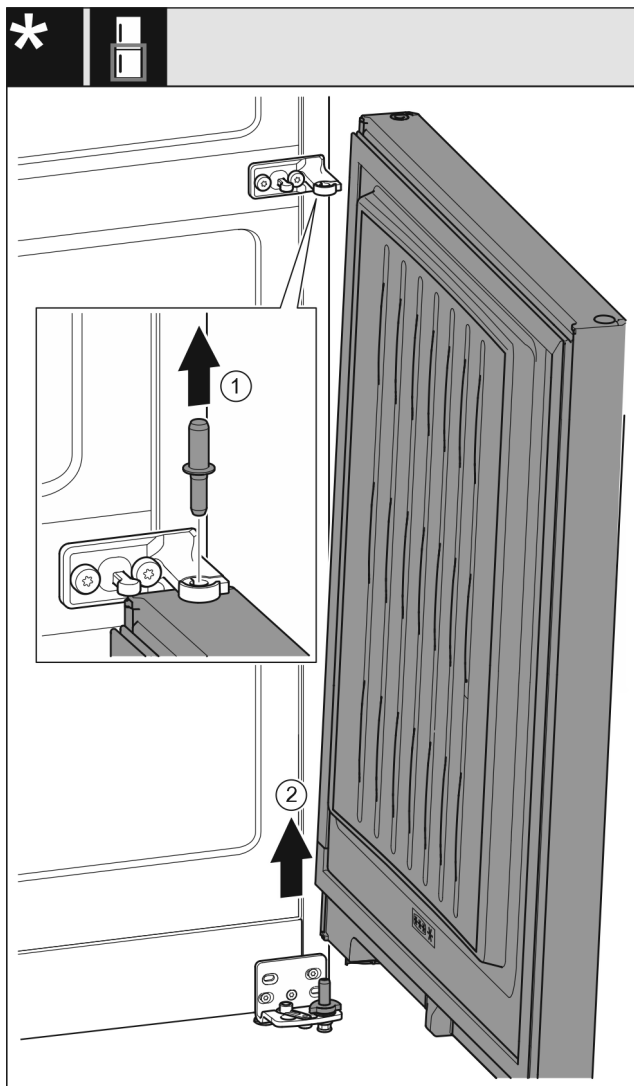

Fig. 7
- ▶ Издърпайте болта нагоре. Fig. 7 (1)
- ▶ Завъртете навън вратата, издърпайте я нагоре и я сложете настрана. Fig. 7 (2)